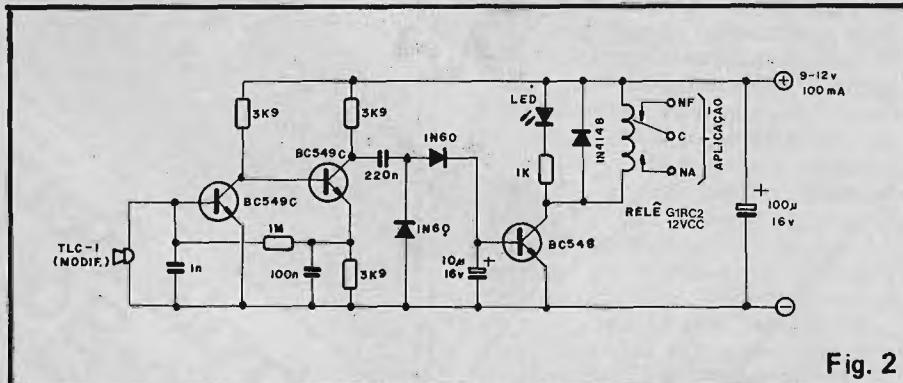

Fig. 2
- Bobina - Dois "toques" importantes: a perfeição das suas dimensões (ver fig. 2 - pág. 34 - APE 7) e de sua conexão ao circuito: é muito comum que o hobbysta iniciante simplesmente esqueça de raspar bem o esmalte isolador nas extremidades do enrolamento; com isso, a bobina ficará apenas aparentemente ligada ao circuito, quando, eletricamente falando, ela "não estará lá".